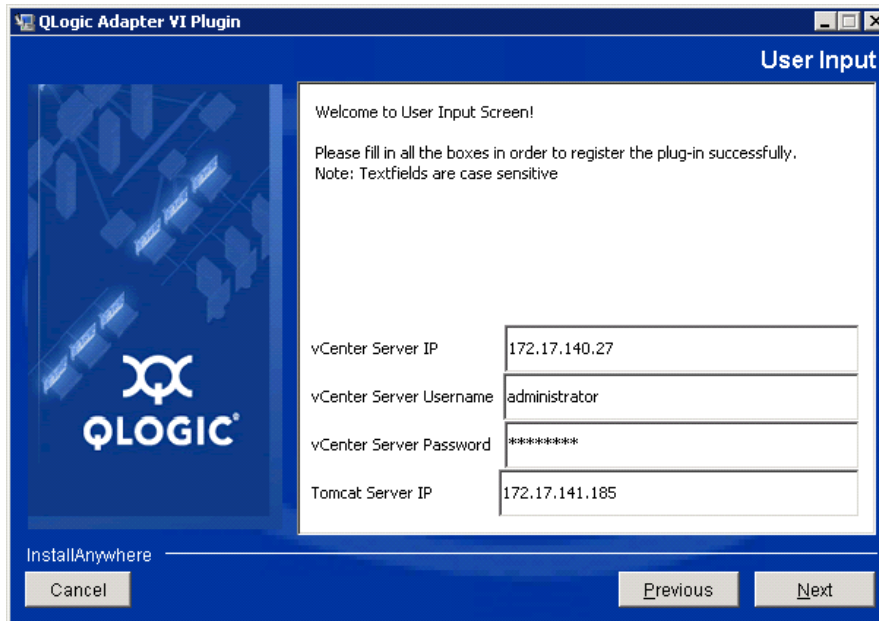

Abbildung 2-14. QLogic Adapter VI Plug-in Wizard: User Input (Benutzereingabe)
5. Geben Sie die angeforderten Informationen in den Feldern ein, klicken Sie dann auf **Next** (Weiter) (siehe Abbildung 2-14).